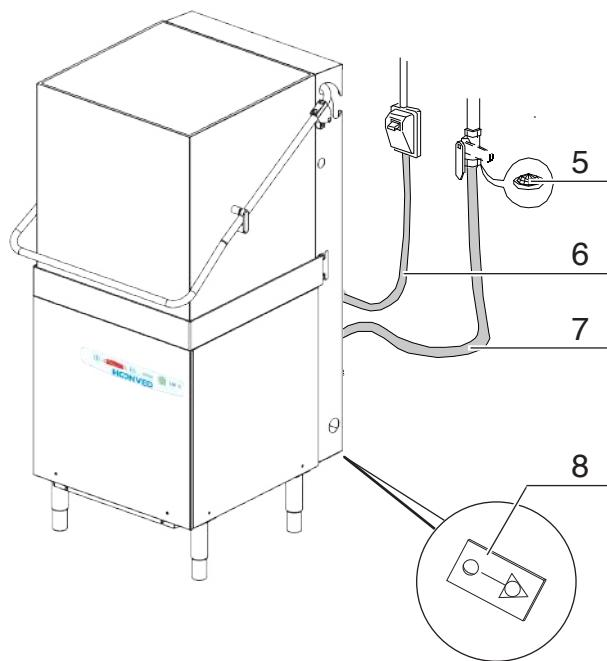

Fig. 6
Filtro tubo di carico sporco.	Staccare il tubo di carico e pulire il filtro (5 fig.6).
3.1.a COLLEGAMENTO TUBO di SCARICO (Fig. 6)
- Collegare il tubo di scarico (5) ad un pozzetto di scarico predisposto.
3.1.b ALLACCIAIMENTO IDRICO (Fig. 6)
- Collegare il tubo di carico (7) in dotazione all'elettrovalvola e l'altra estremità del tubo di carico (7) ad un rubinetto filettato 3/4" G. interponendo il filtro (8).